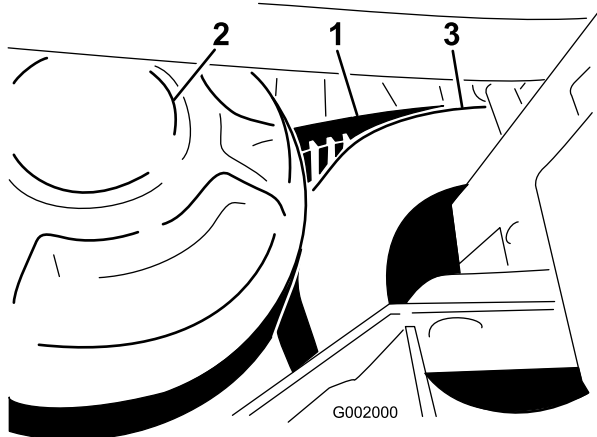

Figura 61
1. Haga girar la correa y llévela sobre el embrague secundario (Figura 61).